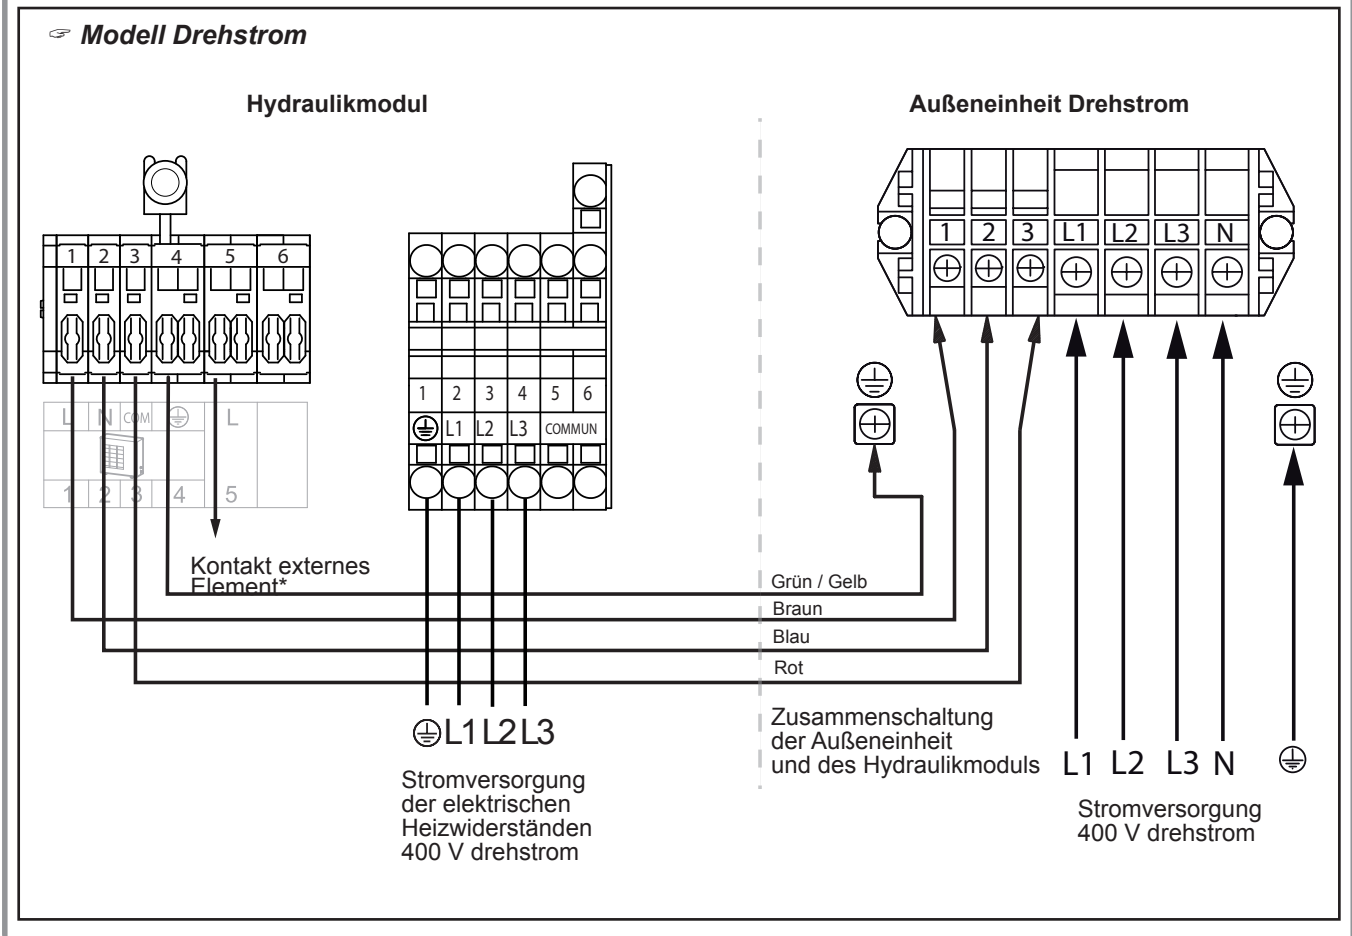

Abbildung 35 - Anschließen an die Klemmenleisten und Leistungsrelais
- Die Anschlüsse gemäß der Skizze **Abbildung 35, Seite 33** ausführen.
- Die Anschlüsse gemäß der Skizze **Abbildung 35** ausführen.